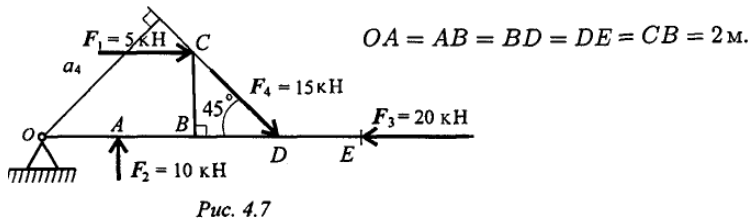

Рис. 4.7
3. Рассчитать сумму моментов сил относительно точки  $O$  (рис. 4.7).